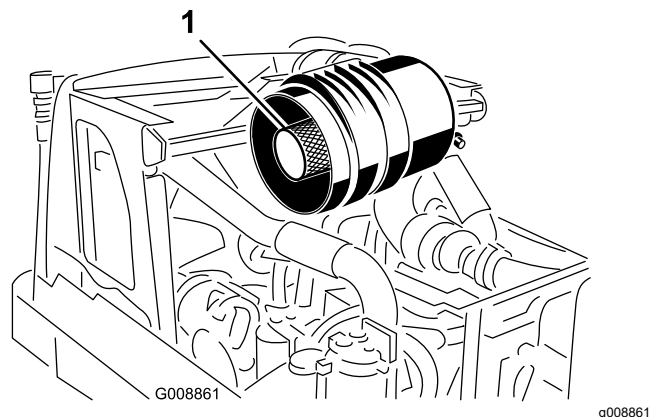

Рисунок 45
**Внимание:** Не пытайтесь очистить контрольный фильтр. Замену контрольного фильтра следует производить после каждых трех обслуживаний фильтра грубой очистки (Рисунок 45).